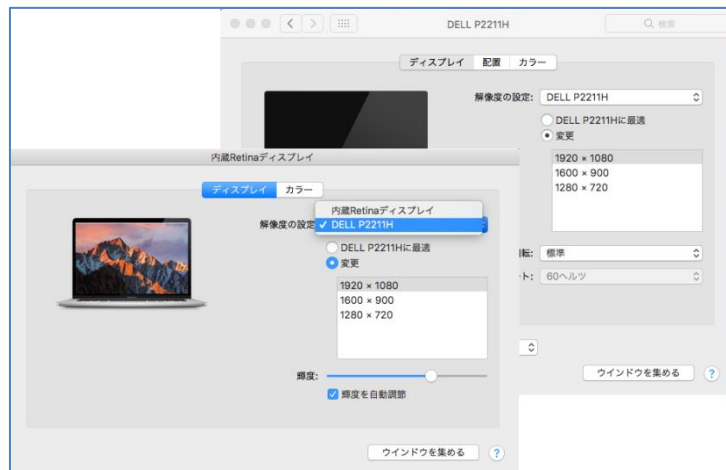

図 5-11 拡張モニタの検知
- 図 5-11 は弊社評価環境で使用した DELL 製モニタ P2211H が検知された画面をキャプチャしています。